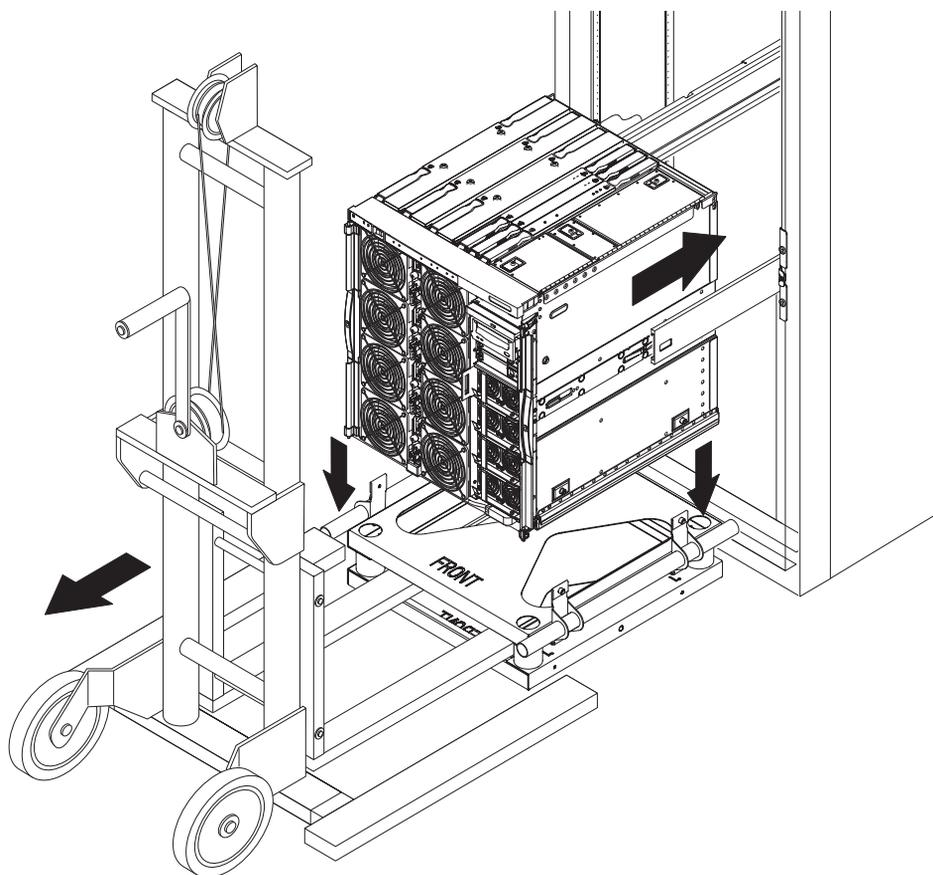

FIGURE 1-12 Retrait du socle
10. À l'aide du dispositif de levage, éloignez le socle en l'abaissant (FIGURE 1-12).